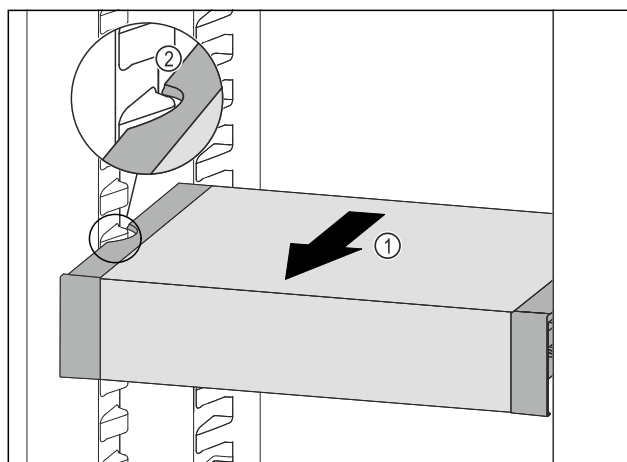

Fig. 137
- Tirare VarioSafe in avanti Fig. 137 (1) fino a quando le cavità laterali di VarioSafe non si trovano al livello della nervatura del contenitore nel vano frigorifero. Fig. 137 (2)